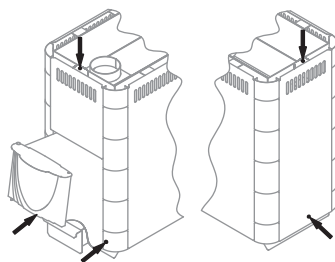

Рисунок 13. Винты для демонтажа кожуха-конвектора печи «Тунгуска»
2. Снять кожух-конвектор, открутив 5 саморезов (рисунок 13)